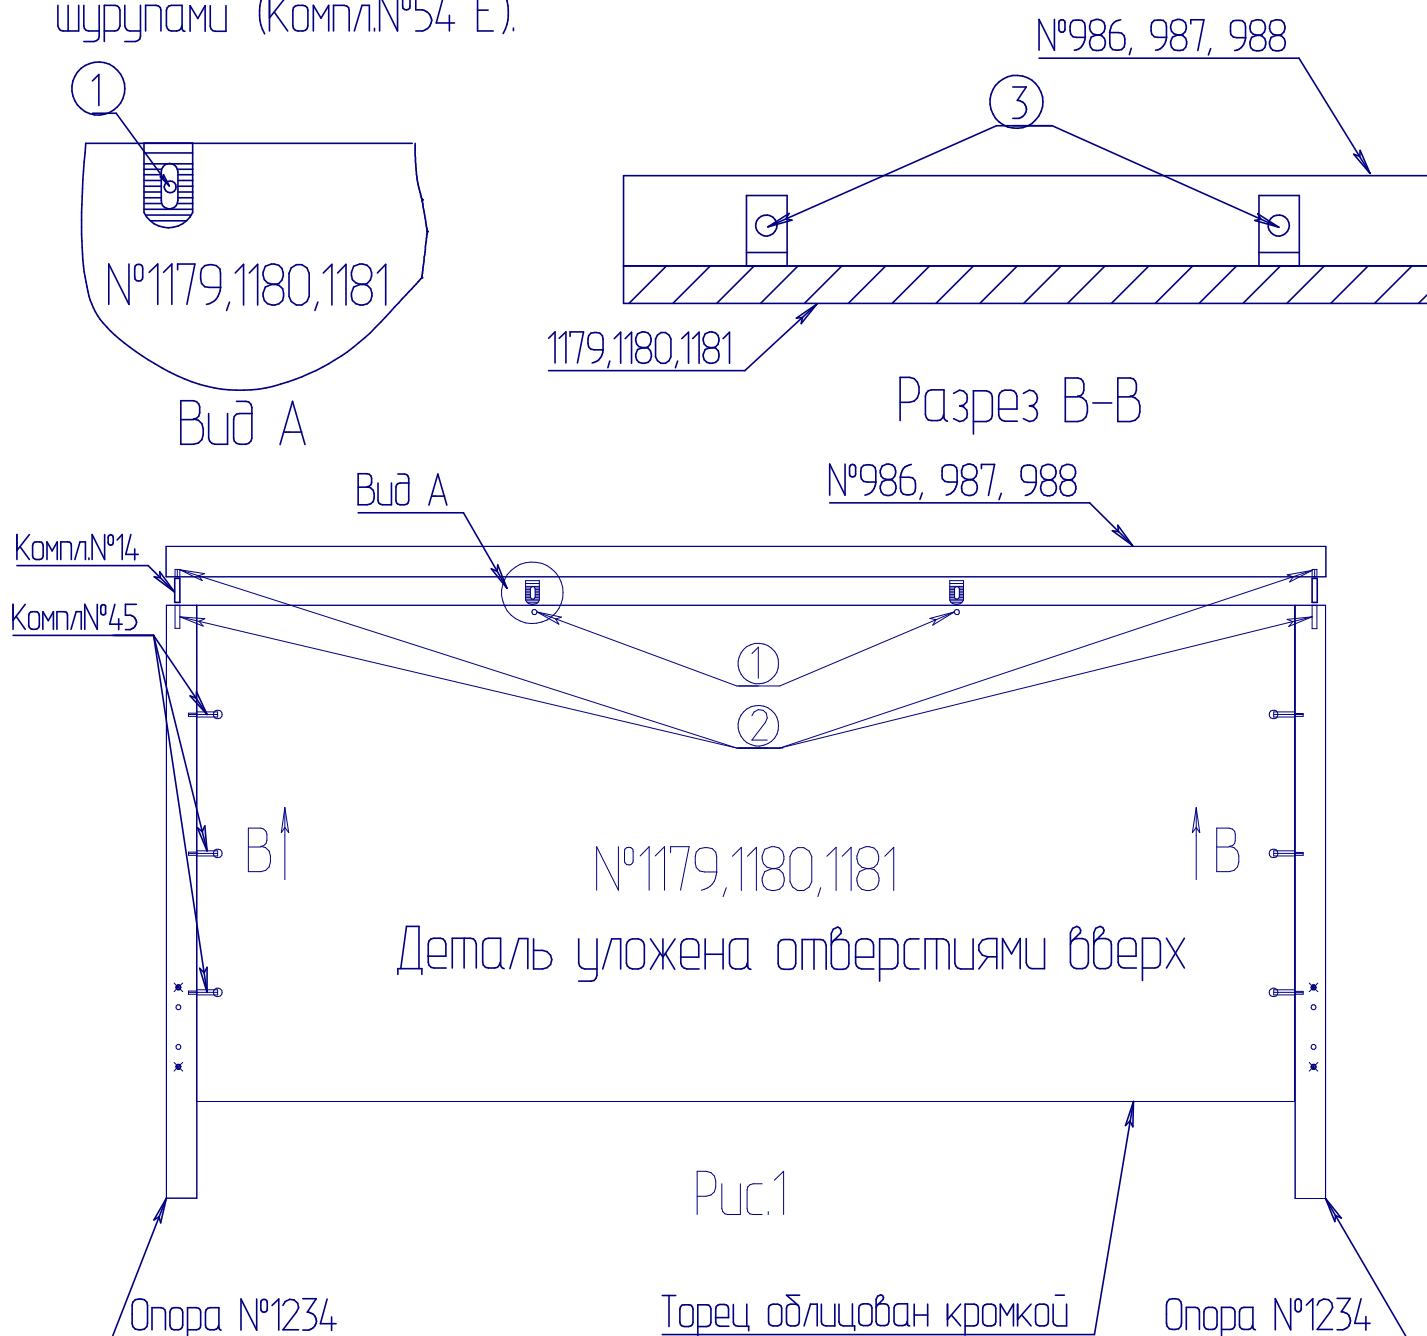

Рис.1
1. Закрепить уголки шурупами (компл.№54) в существующие отверстия (1) на детали №1179,1180,1181 (Рис.1 Вид А).
3. Промазать отверстия (2) под шканты клеем ПВА на деталях №986, 987, 988, 1234
5. Через отверстия уголков (компл.№54 J1) шилом наколоть отверстия (3) на деталях №986, 987, 988 (Рис.1 Разрез В-В).
6. В полученные отверстия (3) закрепить уголки с планкой №986, 987, 988 шурупами (Компл.№54 Е).